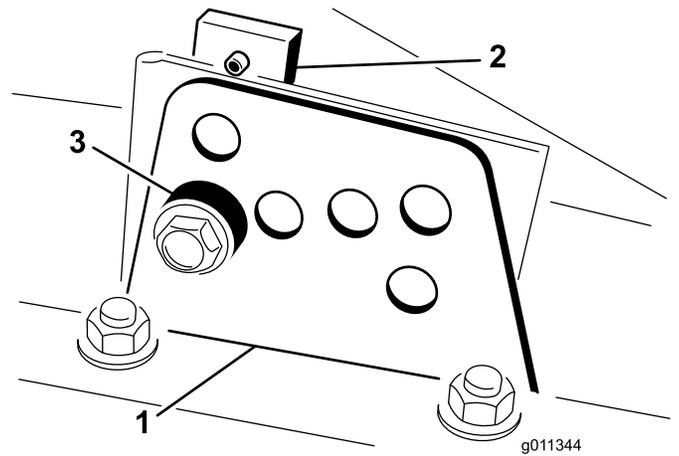

Figura 16
2. Desaperte o parafuso que prende o suporte da altura de corte à placa da altura de corte (frente e de cada lado) (Figura 16).